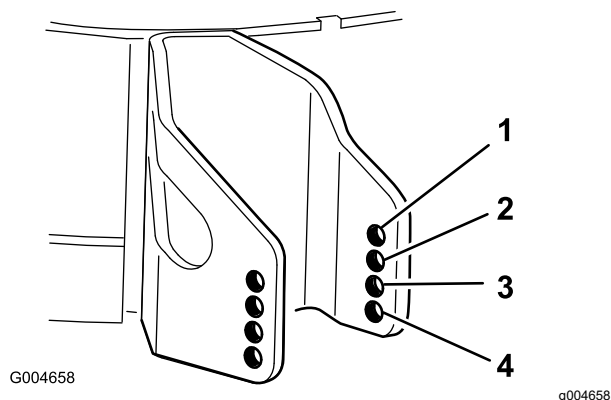

Figure 11
4. Choisissez le trou qui convient pour que le galet anti-scalp se trouve le plus près possible de la hauteur de coupe correspondante voulue (Figure 11).